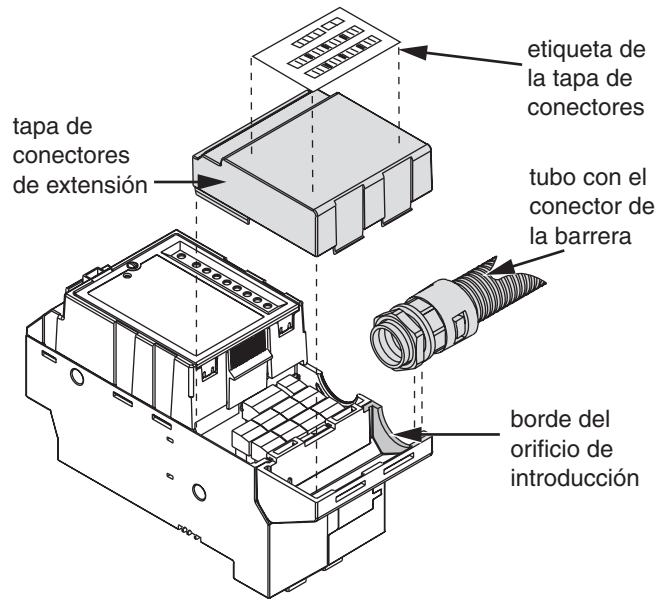

Figura 6: Montaje de la tapa de conectores
- Alinee el espacio entre la tuerca y el conector de la barrera con el orificio de introducción, y presione hacia abajo el conector de la barrera hasta sujetarlo al borde del orificio de introducción (vea la Figura 6).
- Deslice la tapa de ampliación del conector hasta que se encaje en su lugar (vea la Figura 6).